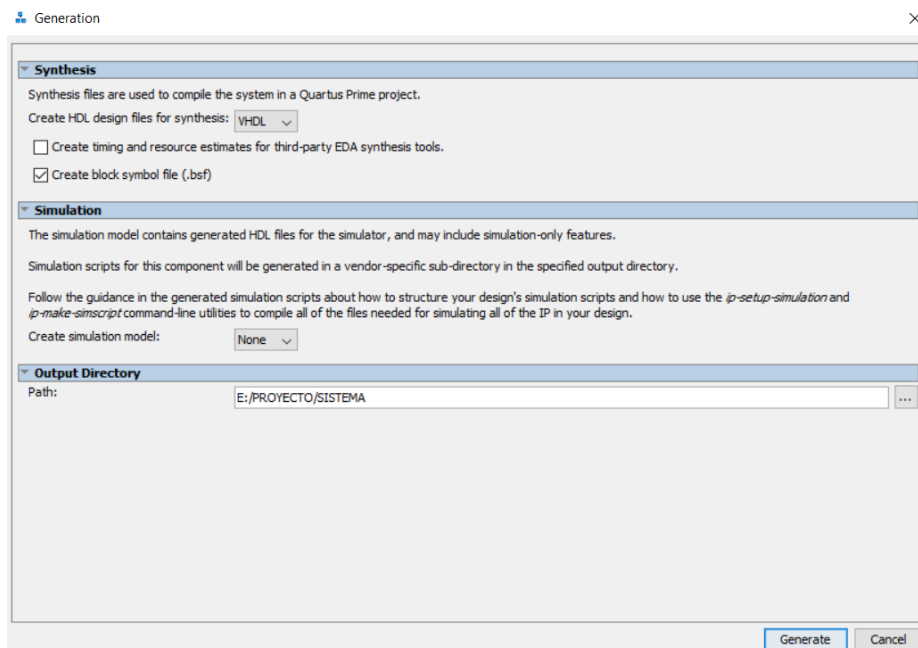

Ilustración 9: Ventana Generation del Qsys
12. En la ventana **Generation**, seleccione la creación de archivos VHDL en la sección **Synthesis**, tal como se muestra en la ilustración 9. Por último, haga clic en **Generate**, y cuando finalice haga clic en **Finish**.